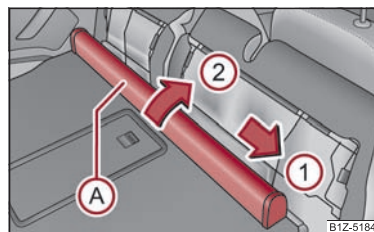

Fig. 64 Sedili posteriori: alloggiamento rete di separazione
- Spingere l'alloggiamento **(A)** ⇒ fig. 64 nel senso della freccia **(1)** ed estrarlo dalle sedi dello schienale agendo nel senso indicato dalla freccia **(2)**.